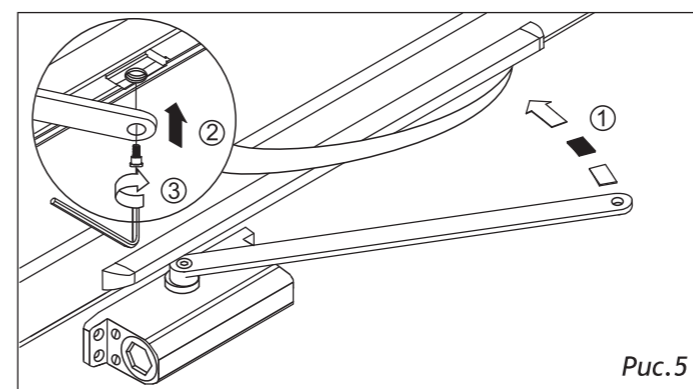

Рис. 5
5. Прижмите тягу к полотну двери и соедините ее с ползунком специальным винтом М8х17 под шестигранный ключ. Тем самым создается преднатяг (рис. 5). Доводчик в собранном виде показан на (рис. 6);